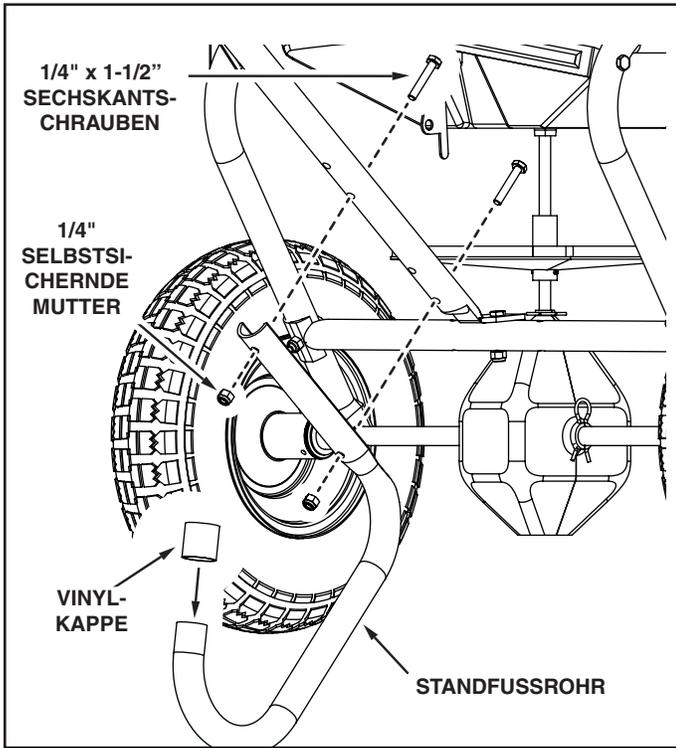

ABBILDUNG 5
12. Bringen Sie das Standfußrohr mit zwei 5/4" x 1-1/2" Sechskantschrauben und 1/4" selbstsichernden Muttern an den unteren Löchern im Griffrohr (lang) an. Siehe Abbildung 5.